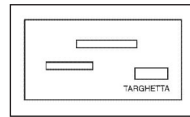

Abb. 5.
- 12) Vor dem elektrischen Anschluss der Maschine sicherstellen, dass die Netzspannung mit der am Kennschild an der Maschinenrückseite angegebenen übereinstimmt (Abb. 5).